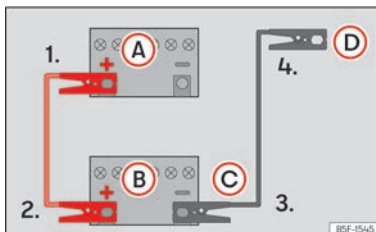
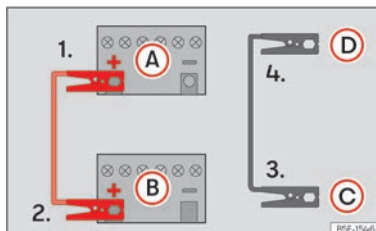

Abb. 160 Anschlussplan für Fahrzeuge ohne Start-Stopp-System.
Abb. 161 Anschlussplan für Fahrzeuge mit Start-Stopp-System.
Starthilfekabel nur in folgender Reihenfolge anklemmen 1 > 2 > 3 > 4 >>> (Abb. 160), >>> (Abb. 161).
2. Klemmen Sie ein Ende des roten Starthilfekabels an den Pluspol + des Fahrzeugs mit der entladenen Fahrzeugbatterie (A).
3. Klemmen Sie das andere Ende des roten Starthilfekabels an den Pluspol + des stromgebenden Fahrzeugs (B).
4. Fahrzeuge ohne Start-Stopp-System: Klemmen Sie ein Ende des schwarzen Starthilfekabels (C) an den Minuspol – des stromgebenden Fahrzeugs >>> (Abb. 160) an.
Fahrzeuge mit Start-Stopp-System: Klemmen Sie ein Ende des schwarzen Starthilfekabels (C) an einen geeigneten Masseanschluss, ein massives, fest mit dem Motorblock verschraubtes Metallteil oder an den Motorblock selbst >>> (Abb. 161).
5. Klemmen Sie das andere Ende des schwarzen Starthilfekabels (D) im Fahrzeug mit der entladenen Batterie an einen geeigneten Masseanschluss, an ein mit dem Mo-